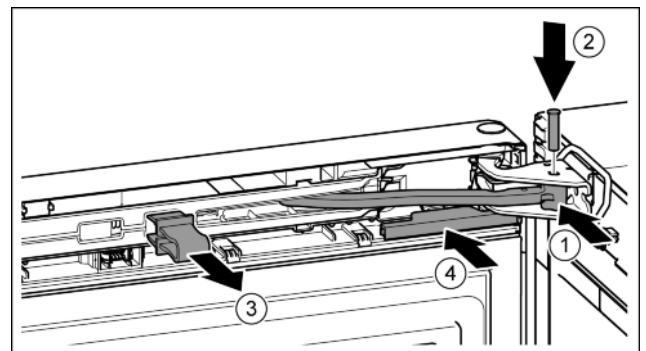

Fig. 22
- ▶ Завъртете шарнира в лагерната стойка. Fig. 22 (1)
- ▶ Поставете болта в лагерната стойка и шарнира. При това обърнете внимание на това, фиксиращата гърбица да е легнала правилно в жлеба. Fig. 22 (2)
- ▶ Свалете предпазителя. Fig. 22 (3)
- ▶ Нахлузете капака. Fig. 22 (4)